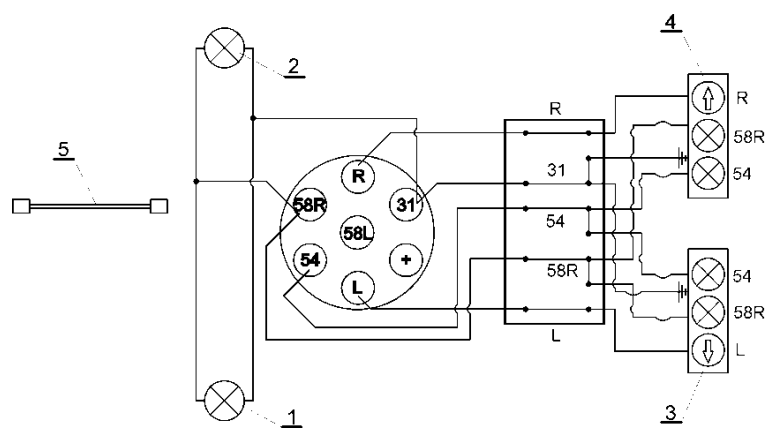

Рис. 6 – Схема электрической системы
Электрическая система – (Рис. 6) имеет постоянный тип. оснащен двумя передними габаритными фонарями и двумя задними комбинированными фонарями. Соединительный кабель (5) используется для подключения системы к системе трактора.